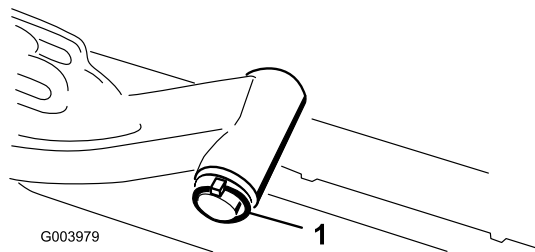

**Figura 10**
8. Per gli elementi di taglio anteriori, infilate un elemento di taglio sotto il braccio di sollevamento mentre inserite l'albero del telaio portante nella forcina del braccio di sollevamento (Figura 10).
B. Inserite la forcella del braccio di sollevamento nell'albero del telaio portante (Figura 10).